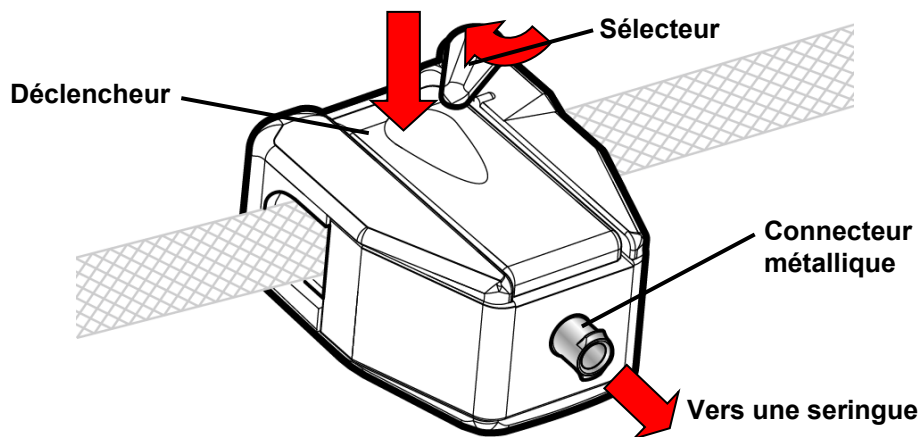

Figure 136 – Échantillonnage du dialysat à partir de l'échantillonneur de dialyseur (Port ouvert)
3. Appuyez sur le déclencheur du port d'échantillonnage et faites pivoter le sélecteur pour verrouiller le port en position ouverte (reportez-vous à la Figure 136). Le trajet du dialysat peut maintenant se rendre jusqu'à la seringue par l'échantillonneur de dialyseur.